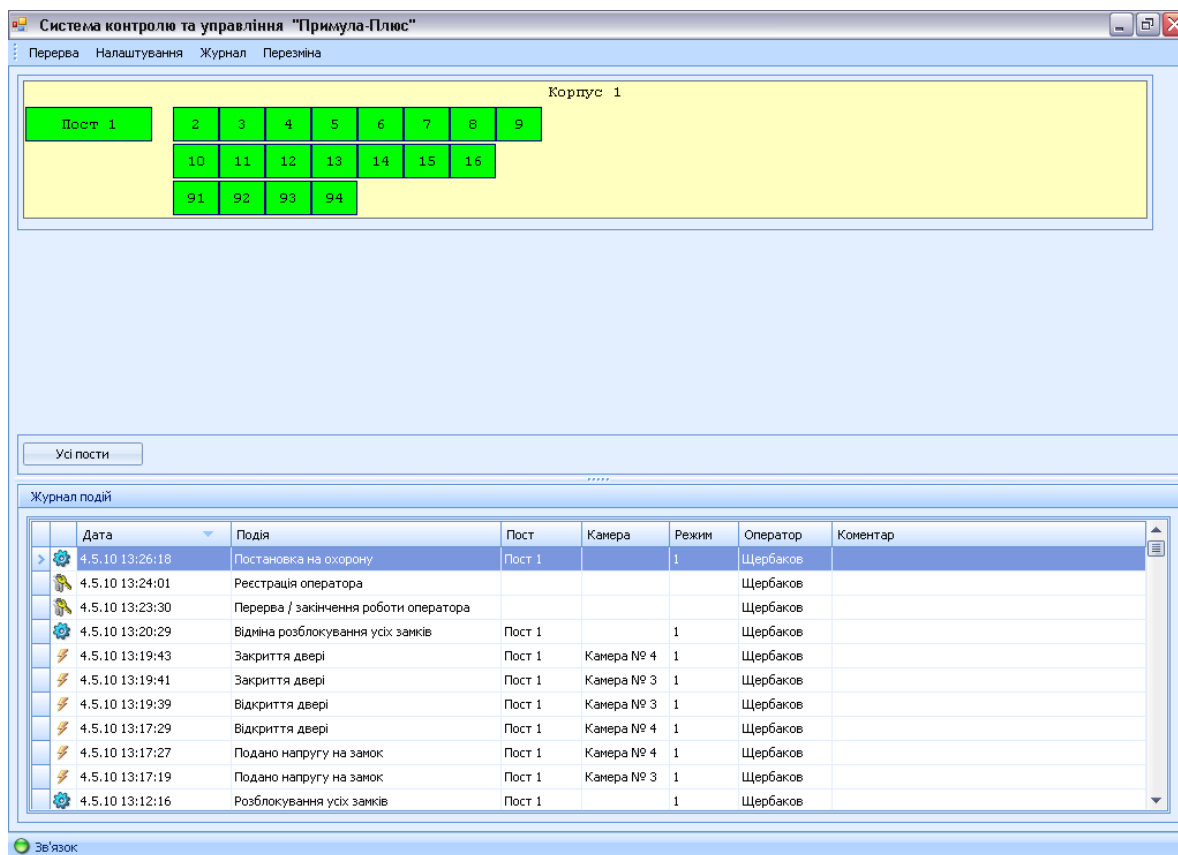

Рисунок 15: Рабочее поле ПДО
7.1.1. Рабочее поле ПДО изображено на рис. 15. Рабочее поле состоит из двух основных частей: *Матрицы объектов* и *Журнала событий* (порядок работы с журналом событий описан в разделе 7.16).
- Объект, оборудованный замком (рис. 15, кнопки «2»–«16»);
- Объект ППКО, не оборудованный замком (рис. 15, кнопки «91»–«94»);
- Группа объектов, оборудованных замком (рис. 15, кнопка «Пост 1»).